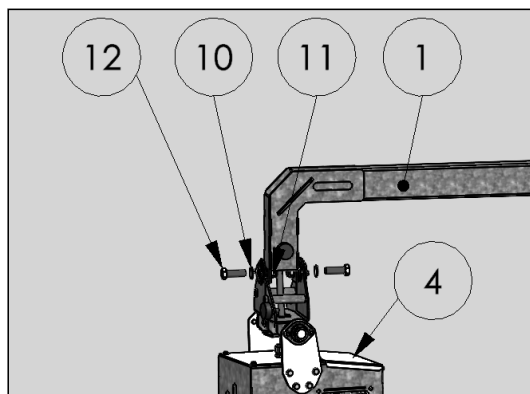

Fig. 4: Montage børste med drivenhed
2. Skru drivenheden (fig. 4 pos. 4) fast på hængearmen (fig. 4 pos. 1) ved hjælp af skruer (fig. 4 pos. 12), skiver (fig. 4 pos. 10) og møtrikker (fig. 4 pos. 11).